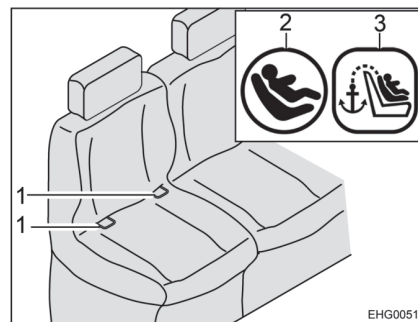
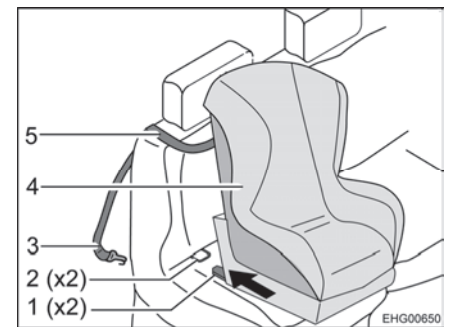

Bild 12 Sitz mit Isofix
Bild 13 Befestigung mit Top-Tether
- Top-Tether-Gurt (Bild 13,5) über das Rückenpolster führen (zwischen Kopfstütze und Umlenkung des Sicherheitsgurts).
- Befestigungshaken (Bild 13,3) am Ankerpunkt auf der Rückseite des Fahrzeugsitzes einhaken.
- Rastarme (Bild 13,1) in Haltebügel (Bild 12,1 und Bild 13,2) einrasten lassen. Dabei muss ein deutliches Klickgeräusch zu hören sein.
- Mit einem kräftigen Ruck kontrollieren, ob der Kindersitz (Bild 13,4) fest sitzt.